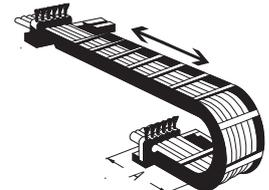

Bild 2
9. Bei langen Energieführungsketten, bei denen sich das Obertrum wieder auf das Untertrum auflegt, befestigen Sie die Leitungen nur am Mitnehmerende (→ Bild 2).